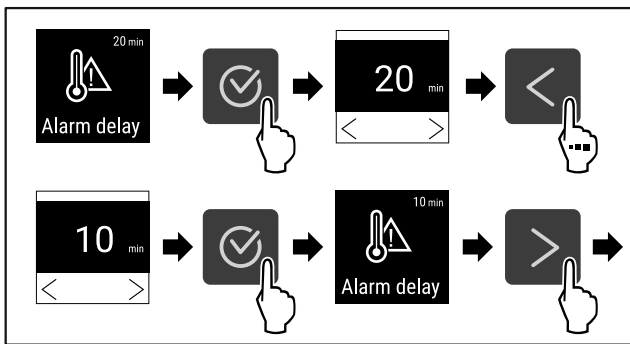

Fig. 100
- ▶ Провести етапи операцій (див. Fig. 100) .